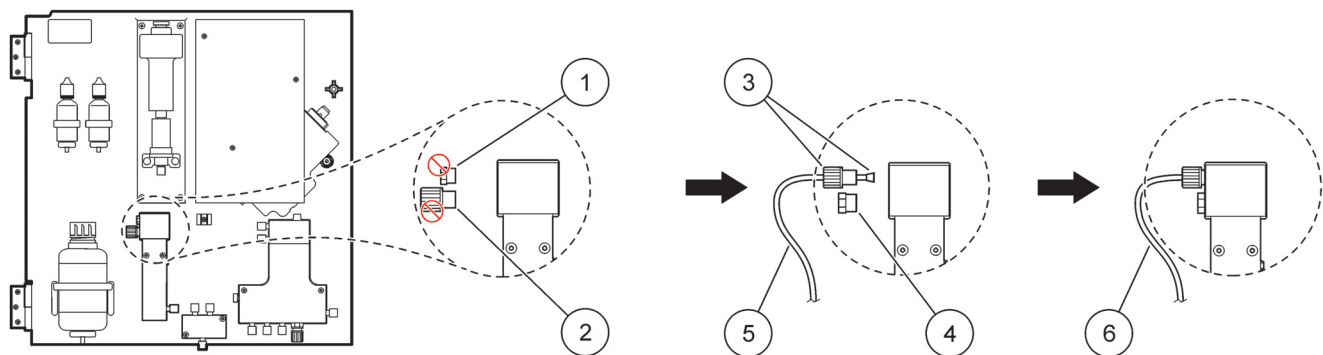

Figura 27 Configuração da opção de 2 parâmetros
Consulte o Figura 27 e as seguintes instruções para ligar uma configuração de 2 parâmetros.
- 1. Retire o pequeno conector de bloqueio (item 1, Figura 27) do orifício superior localizado no recipiente de excesso de fluxo. Retire o encaixe de grandes dimensões (item 2) do orifício inferior do recipiente de excesso de fluxo. Elimine o conector e o encaixe.
- 2. Faça deslizar o pequeno encaixe (união e casquilho, item 3) sobre a tubagem (item 5). Corte o nivelamento da tubagem com o casquilho.
- 4. Feche o orifício inferior com o conector de bloqueio de grandes dimensões e a anilha vedante (item 4).